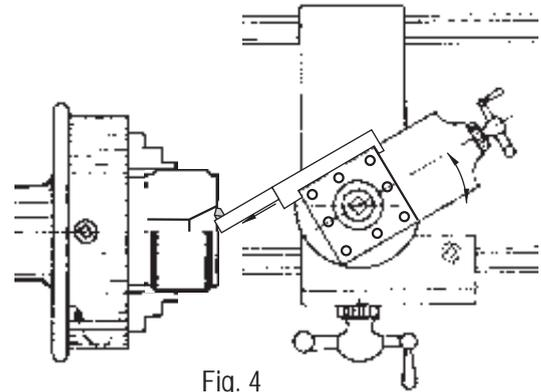

Fig. 4
- a) Gire la manivela del carro portaherramientas desplazándolo totalmente hacia el frente (Fig. 4).